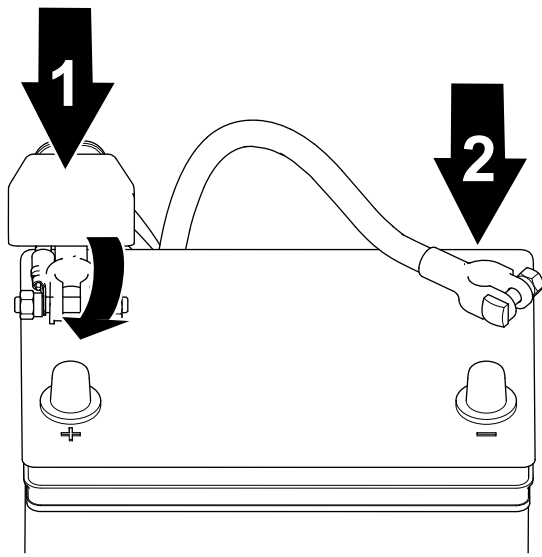

Figura 40
1. Conecte el cable positivo a la batería y apriete la tuerca de pinza de la batería (Figura 40).
2. Conecte el cable negativo a la batería y apriete la tuerca de pinza de la batería (Figura 40).